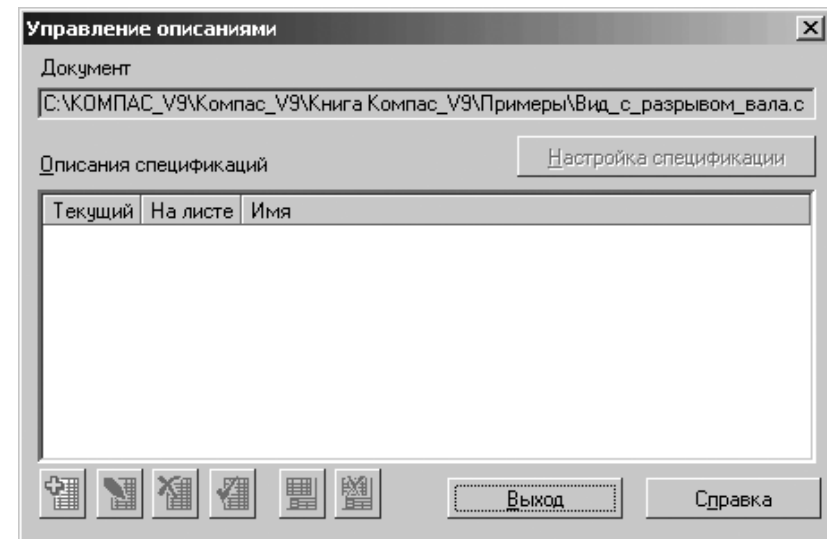

Рис. 4.187. Диалоговое окно **Управление описаниями**
- **Управление описаниями спецификаций** вызывает диалоговое окно **Управление описаниями**, показанное на рис. 4.187.